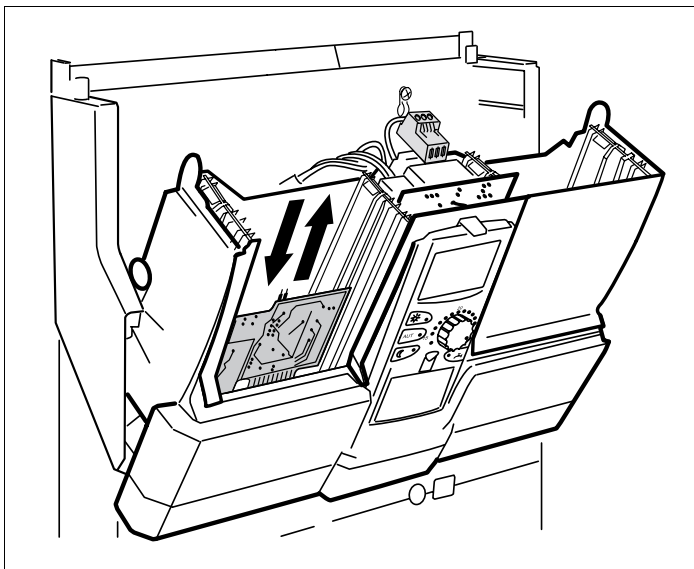

Fig. 11 Utskiftning av modul FM 451
- Trekk ut kortet som sitter under – modul FM 451 (fig. 11).